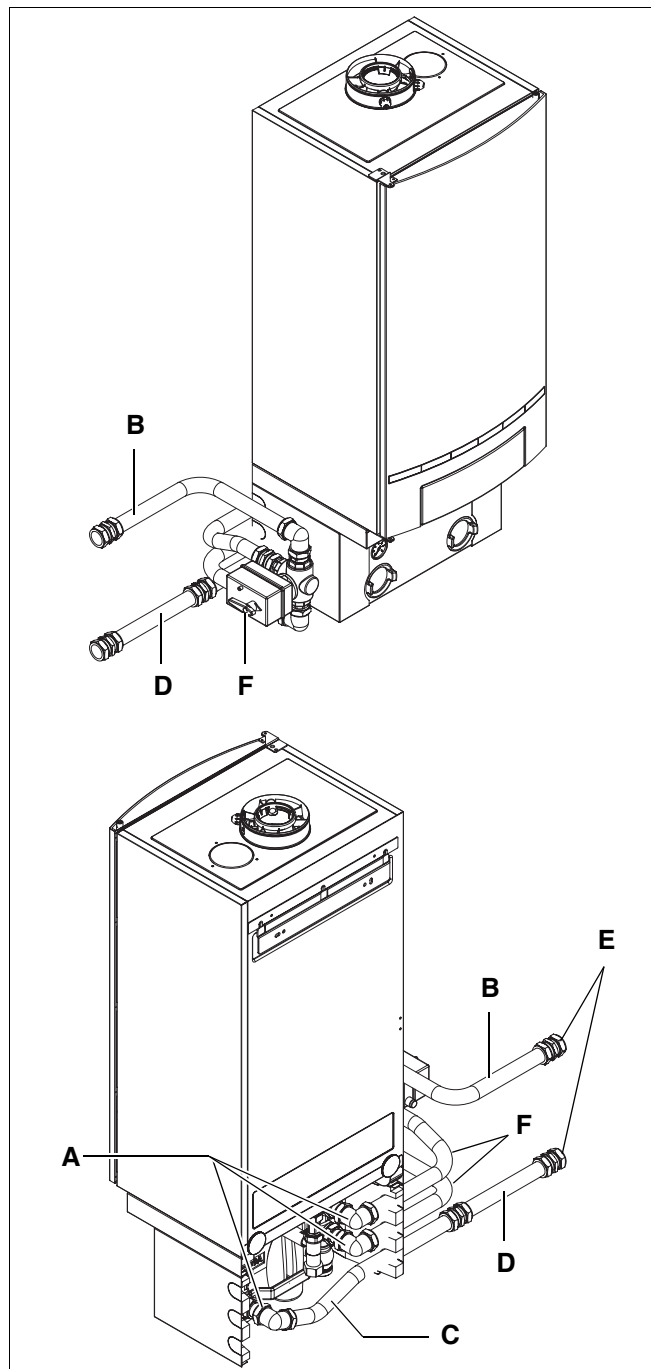

fig. 5 Vooraanzicht/achteraanzicht van een linkse boileropstelling (wandmontage)
- Monteer de 3 leidingen (75 mm voor wandmontage of 180 mm voor cascadeframemontage) op de Nefit TopLine Aansluitset cv/ww (fig. 5, **pos. A**).
- Monteer de voorgemonteerde driewegklep op de beide leidingen in de cv-aanvoer (fig. 5, **pos. F**).
- Monteer de boileraanvoerleiding op de driewegklep (fig. 5, **pos. B**), afhankelijk van de positie van de boiler naar links (zoals in figuur 5) of naar rechts.
- Monteer de knieën op de leiding (fig. 5, **pos. A**) in de cv-retourleiding.
- Monteer de boilerretourleiding op de knie (fig. 5, **pos. C**), afhankelijk van de positie van de boiler naar links (zoals in figuur 5) of naar rechts (zie figuur 1).
- Sluit de boiler of platenwisselaar met de overige twee sokken (fig. 5, **pos. E**) aan op de boiler aan- en afvoerleiding.